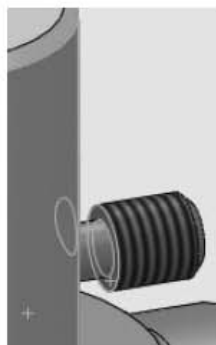

Рис. 6.41. Сопряжение Касательность
5. Вставьте винт, назначив сопряжения **Соосность** отверстия и винта и **Касательность**, выделив торцевую плоскость ступеньки винта и цилиндрическую поверхность пробки (рис. 6.41).